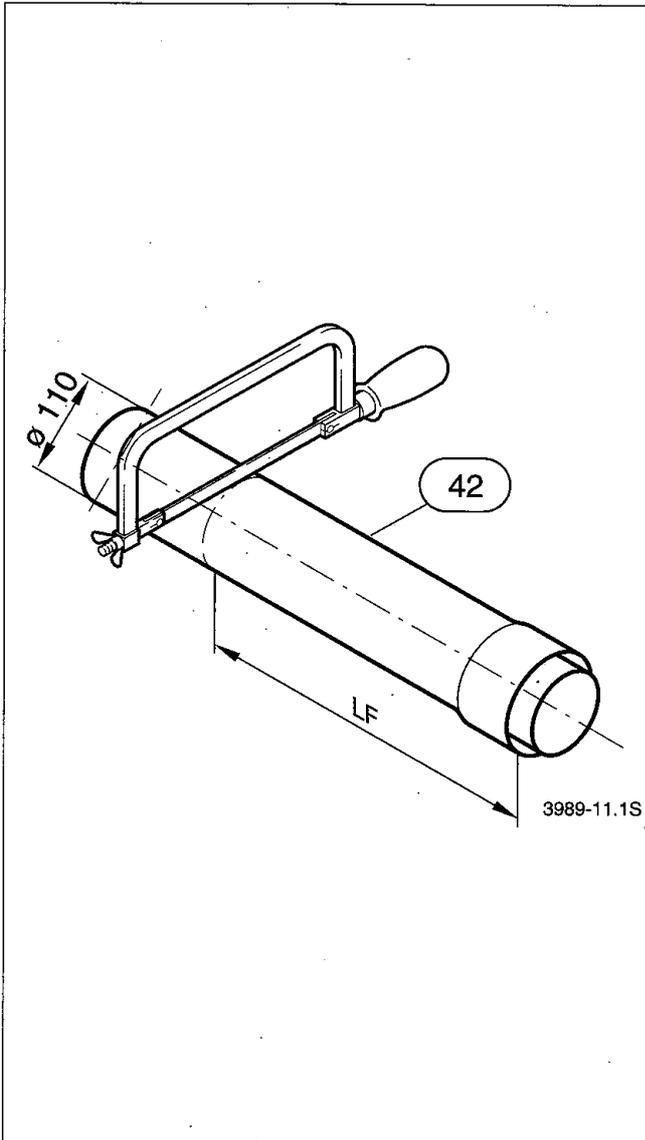

Bild 3
- Ermitteln Sie die Doppelrohrlänge L_F. Längen Sie das Doppelrohr rechtwinklig ab und entgraten Sie die Schnittkanten (Bild 3). Beachten Sie das Maß von L_{Fmin} = 140 mm!